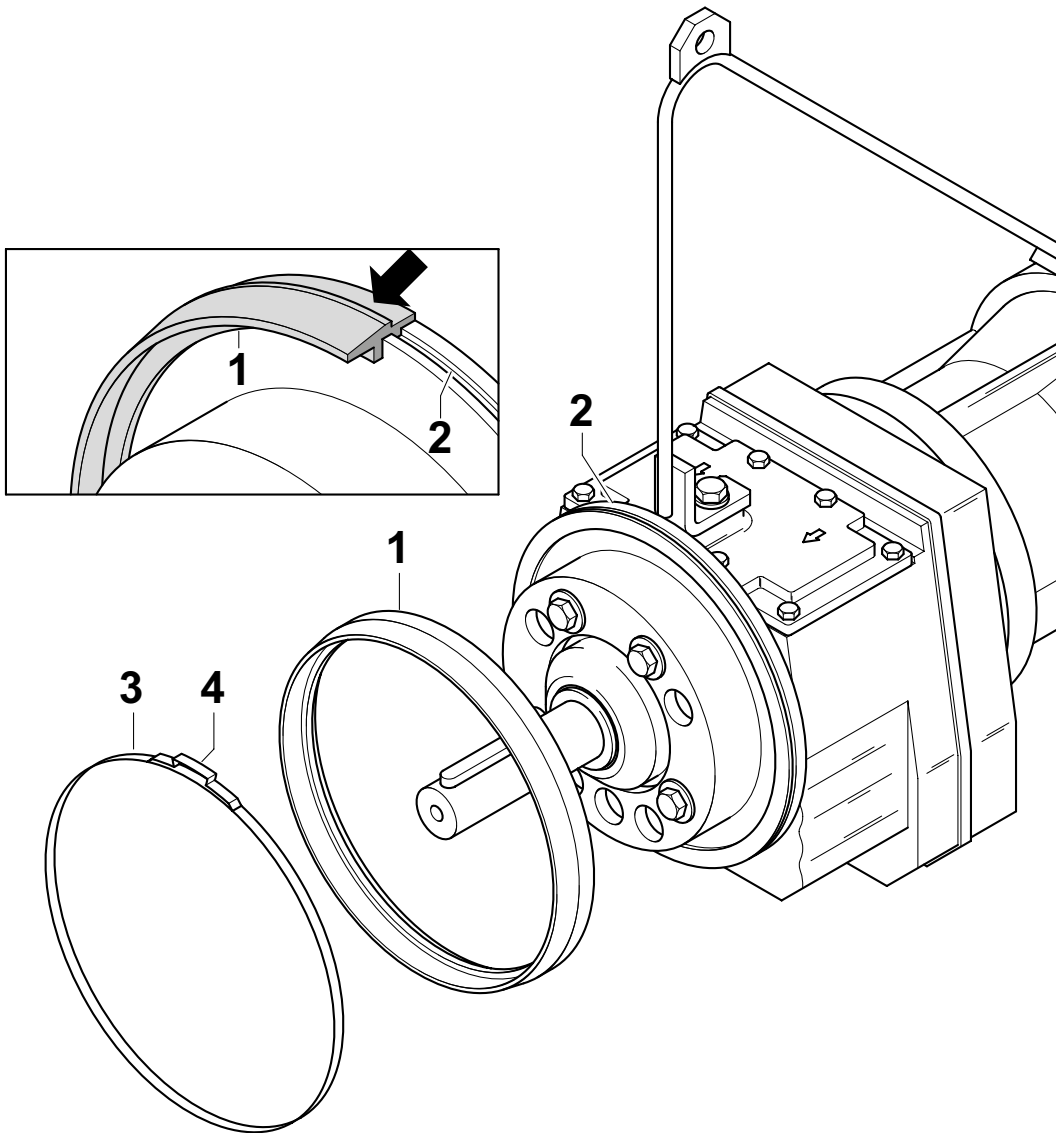

图 19 SD 环的拆卸/组装
说明 在图 19 中, 显示了 RW 搅拌器电机上 SD 环的更换。推流器上的安装类似。
- 重新安装 SD 环 (19/1) 时, 应如图 19 所示用手将其压紧在圆周上, 并向下压入电机盖的凹槽中。